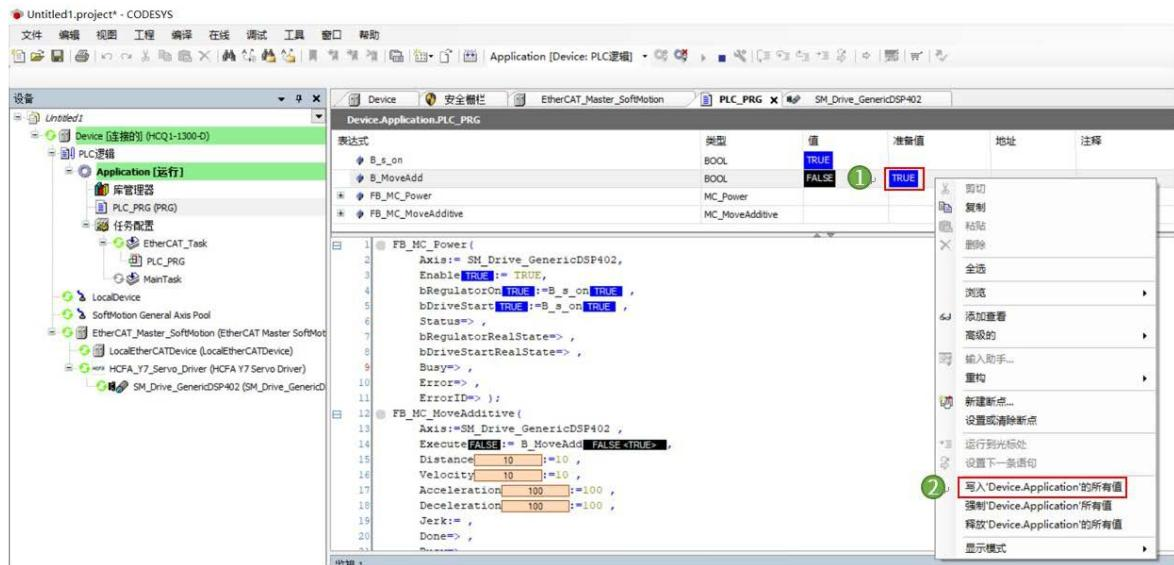

图 13-21 电机试运行
3. 同样方法，如图 13-21 所示，操作 B_Moveadd 变量后，电机正转一圈。至此电机试运行结束。